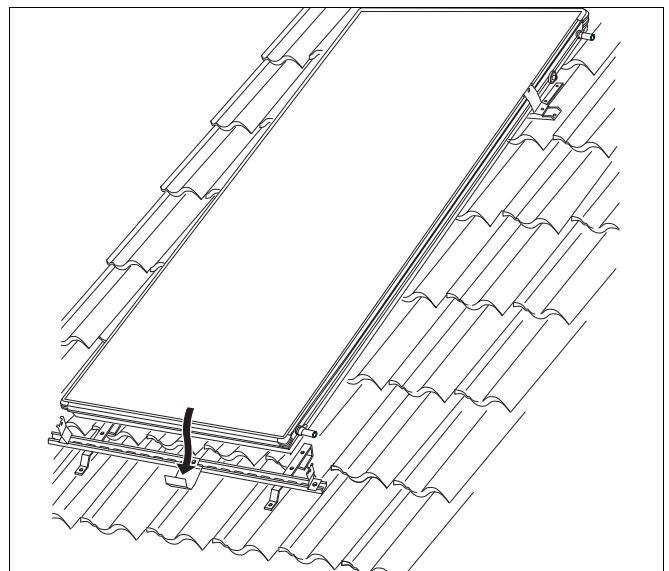

Abb. 14 Kollektor einhängen
- Den Kollektor über die Schienen heben und langsam zwischen den vormontierten Kollektorhaltern herablassen (Abb. 14). Durch leichten Druck auf den Kollektor rasten die Halter in die Nut des Kollektorrahmens ein.